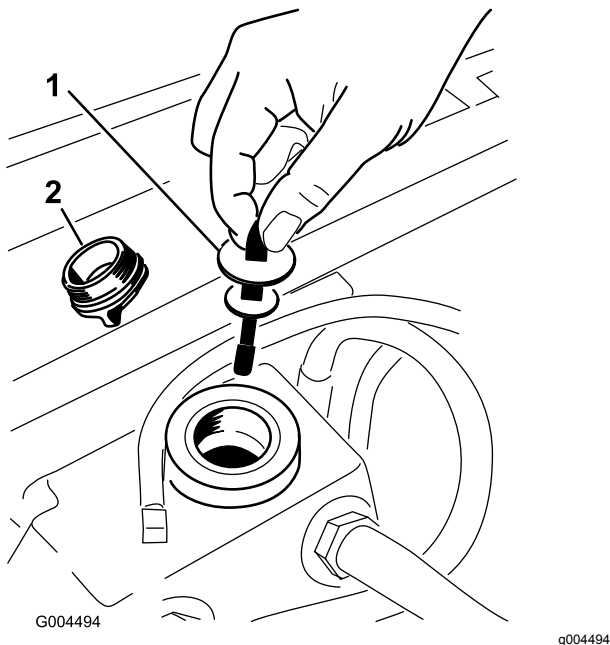

Figure 79
5. Enlevez le bouchon du goulot de remplissage du réservoir hydraulique (Figure 79).
6. Retirez la jauge et essuyez-la sur un chiffon propre (Figure 79).
7. Remettez la jauge dans le goulot de remplissage, ressortez-la et vérifiez le niveau de liquide (Figure 79).